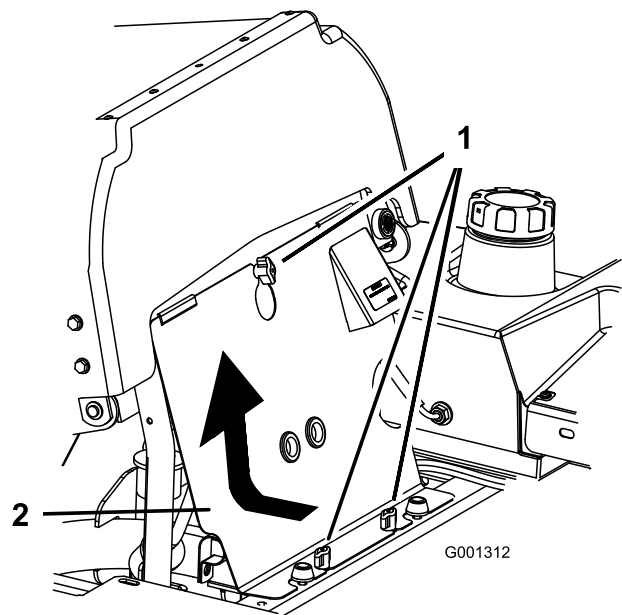

Figura 92
3. Afloje los cierres del panel delantero del motor y retire el panel (Figura 92).